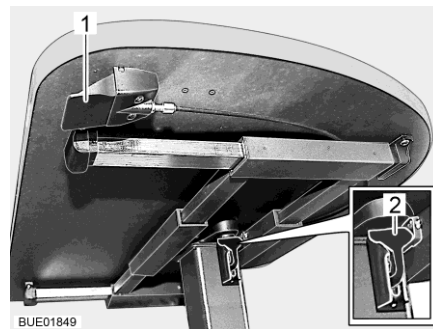

Fig. 55 Tavolo rialzabile con tasto di sblocco
- Tirare o spingere la leva di serraggio (Fig. 55,2) verso il basso.
- Premere verso l'alto la leva di serraggio (Fig. 55,2).
- Premere e tenere premuto il tasto di sblocco (Fig. 55,1). Il piano del tavolo va automaticamente verso l'alto fino al fine corsa.
- Rilasciare il tasto di sblocco (Fig. 55,1). Il piano del tavolo rimane nella posizione selezionata.
- Premere e tenere premuto il tasto di sblocco (Fig. 55,1).
- Rilasciare il tasto di sblocco (Fig. 55,1). Il piano del tavolo rimane nella posizione più bassa.